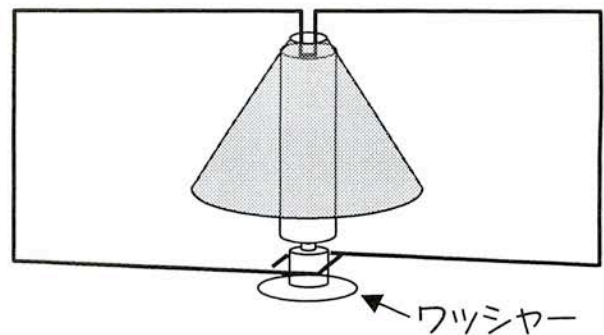

図9 銅線に磁石と電池に置いて組み立てます。
4) 図9のように机の上においたワッシャーにネオジウム磁石をくつつ
におきます (図9)。その時、地球儀がずれたら直してください。また、